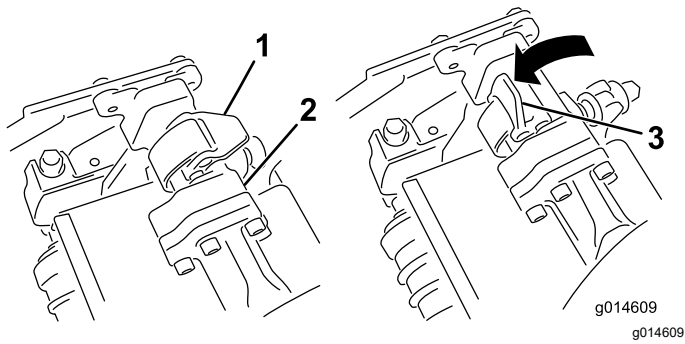
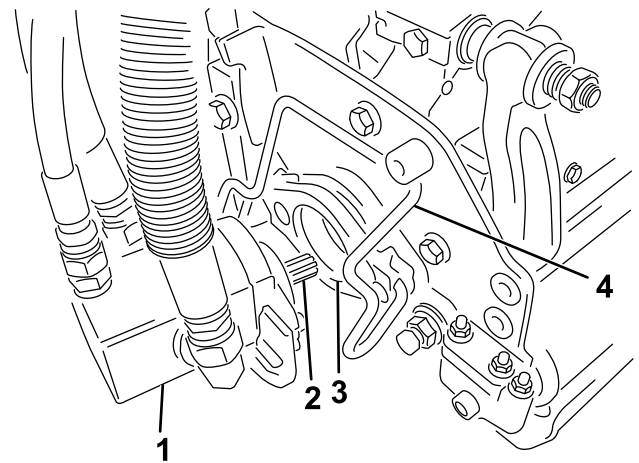

図 47
図 48
3. サスペンションアームのバーについているラッチを上向き開いた状態にして 図 47、サスペンションアームを押し下げて、バーを、カッティングユニットのバーの上に被せるようにする 図 48。
- 4. ラッチを下げて閉じるとカuttingユニットのバーがロックされてユニットがアームにセットされる 図 47。
4. 取り外したいCuttingユニットのサスペンションアームのバーについているラッチを開く(図 47)。